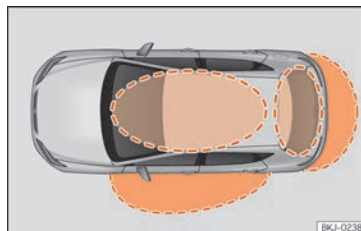

Fig. 138 Système de fermeture et de démarrage sans clé Keyless Access : Zones de proximité.
Keyless Access est un système de fermeture et de démarrage sans clé qui permet de déverrouiller ou de verrouiller le véhicule sans utiliser activement sa clé. Pour ce faire, il suffit d'approcher l'une des clés du véhicule d'une zone de détection correspondant à la tentative d'accès au véhicule » fig. 138 puis de toucher l'une des surfaces sensibles des poignées de porte » fig. 139 » ❶.
Si une clé valide se trouve dans une zone de proximité » fig. 138, le système de fermeture et de démarrage sans clé Keyless Access accordera à cette clé les droits d'accès dès que vous toucherez l'une des surfaces sensibles de la poignée de porte du conducteur. Voici les différentes fonctions disponibles sans avoir à utiliser activement la clé du véhicule :
Lorsque le véhicule est verrouillé, le hayon arrière se déverrouille automatiquement lorsqu'il est ouvert si une clé valide du véhicule se trouve dans la zone de proximité » **fig. 138**.